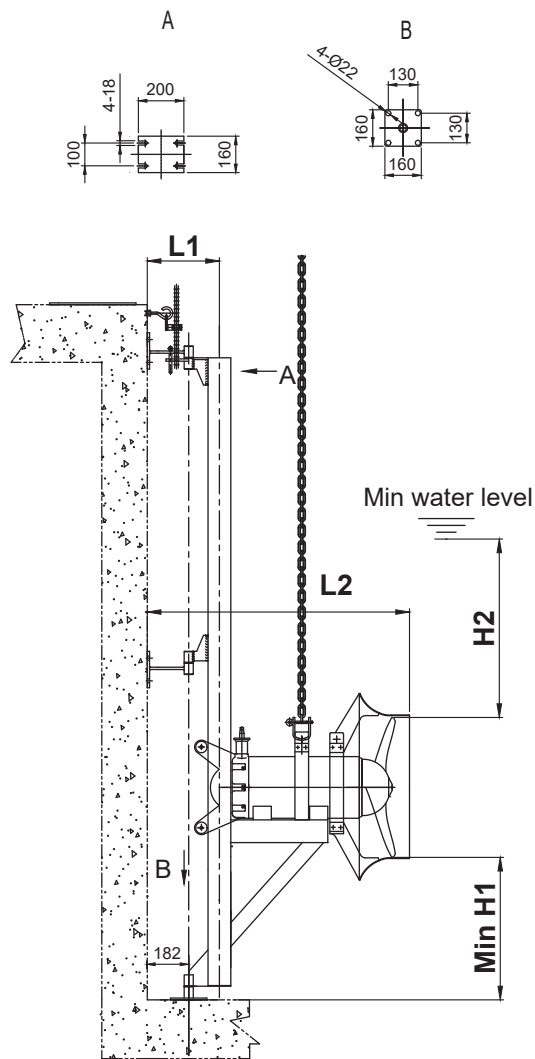

Рис. 4 Монтаж на профильной стойке
- кронштейн электродвигателя, ограничитель глубины и фиксаторы для монтажа на профильной стойке, рис. 4.
Порядок монтажа на профильной стойке (см. рис. 4)